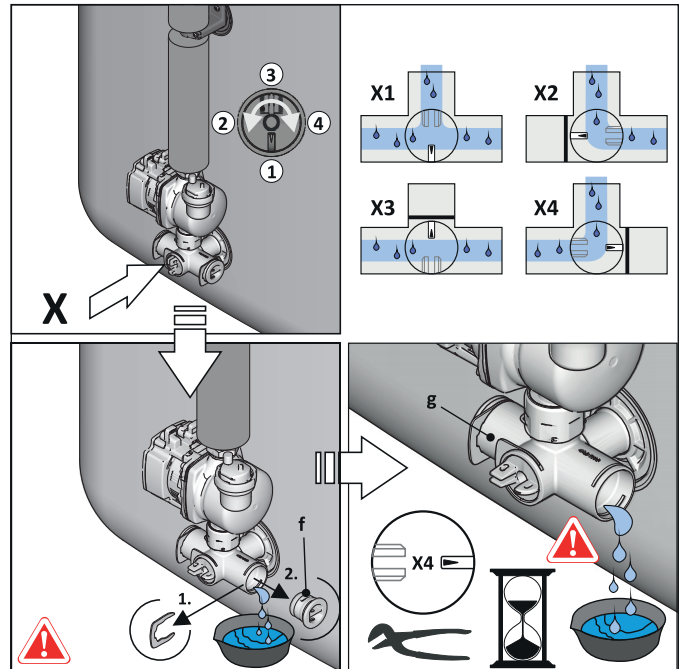

Bild 5-5 Ventileinsatz absperren, Blindstopfen vom Anschlusswinkel entfernen
- 1 Ventileinsatz am Anschlusswinkel so einstellen, dass der Weg zum Blindstopfen abgesperrt ist (Bild 5-5).
- 2 Geeignete Auffangwanne unterstellen und Blindstopfen vom Anschlusswinkel entfernen (Bild 5-5).
- 5 Ventileinsatz am Anschlusswinkel so einstellen, dass der Weg zum Abflussschlauch geöffnet wird (siehe auch Bild 5-5) und Wasserinhalt des Speicherbehälters ablassen.